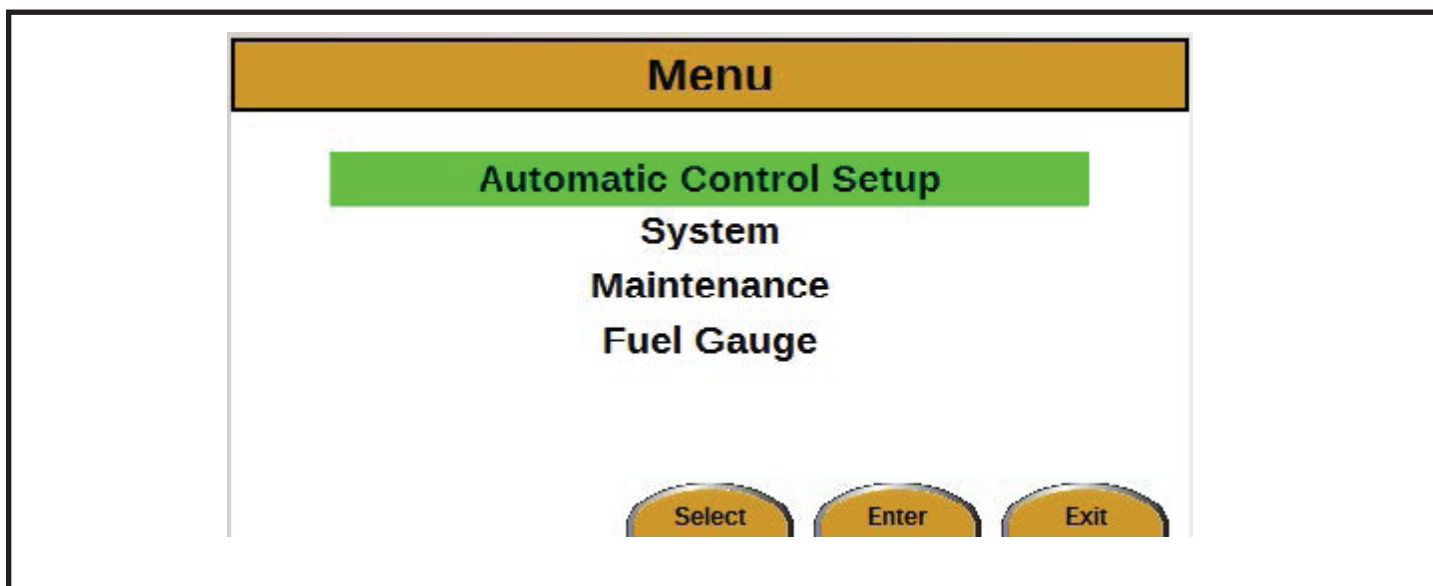

Figura 4
1. En la pantalla Fuel Hours, presione el botón Menu. Aparecerá la pantalla Menu (consulte la *Figura 4*).